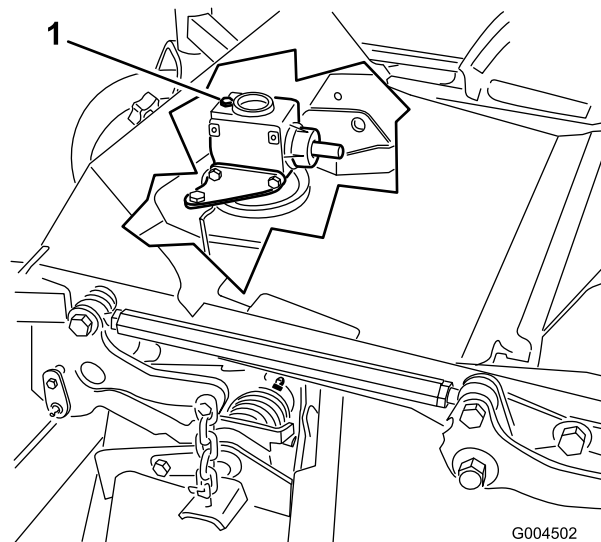

Figure 33
6. Retirez le bouchon de remplissage-jauge au sommet du boîtier d'engrenages et vérifiez que le niveau de lubrifiant se situe entre les repères sur la jauge (Figure 33).
6. Retirez la jauge-bouchon de remplissage au sommet du boîtier d'engrenages (Figure 33).